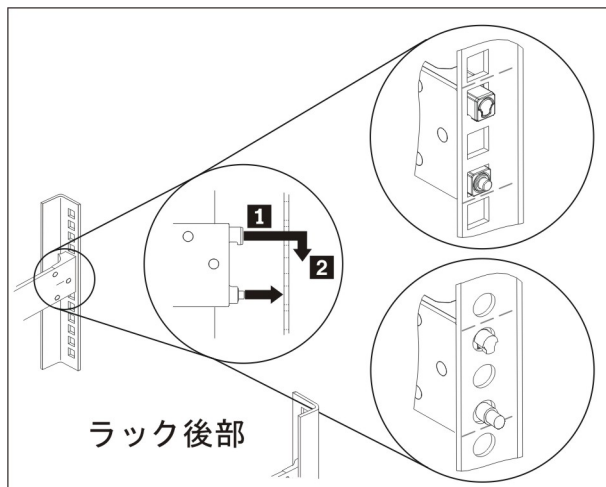

図7. スライド・レールの後端を取り付ける
2. 図7 に示すように、スライド・レールの後端を取り付けます。